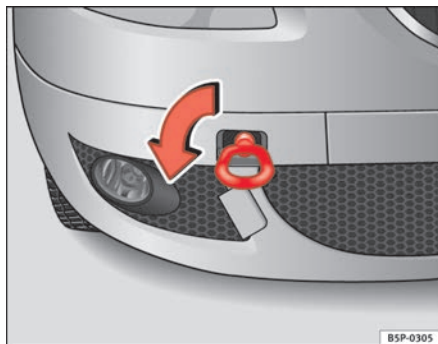
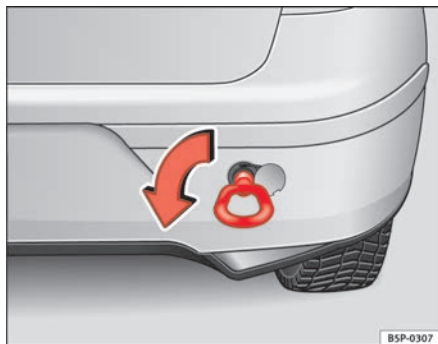

Fig. 203 Atornillado de la argolla de remolque en la parte delantera derecha del vehículo
Fig. 204 Atornillado de la argolla de remolque en la parte trasera del vehículo
- Atornille la argolla hasta el tope hacia la *izquierda*, en el sentido que indica la flecha, tanto en la parte delantera ⇒ fig. 203, como en la trasera ⇒ fig. 204. ■